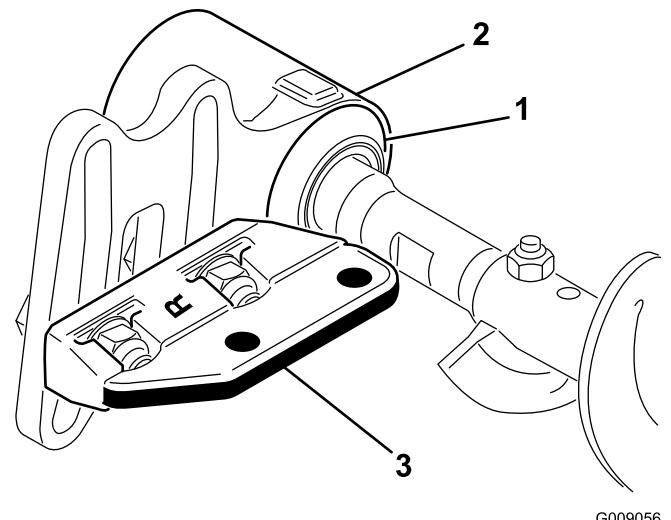

図 10
9. 各エクスクルーダーシールを外側にずらし、シールのリップがそれぞれのベアリングハウジングに軽く接触するようにする図 10。